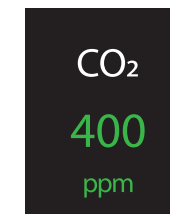

Рисунок 7
- На дисплее прибора отображается текущая концентрация углекислого газа CO2 в воздухе помещения (рис. 7). Числовое значение и единица измерения в ppm имеют при этом определенный цвет, показывающий текущий уровень